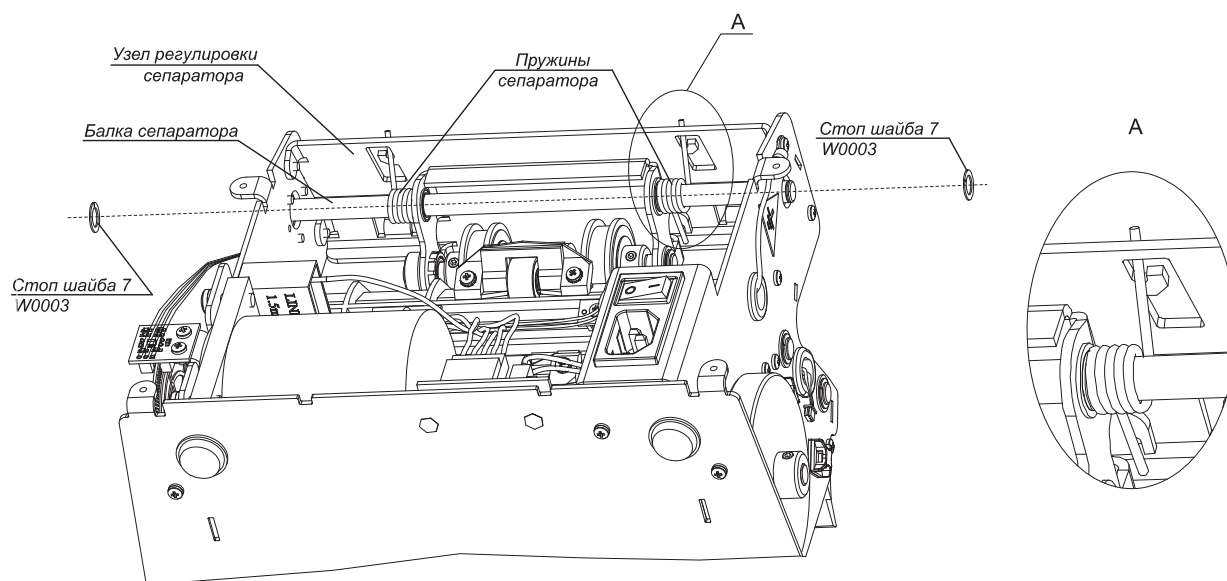

Рис. 8
2. Выведите концы пружин сепаратора из пазов узла регулировки сепаратора (рис. 8).
3. Извлеките две стоп шайбы 7 W0003 из кольцевых проточек балки сепаратора (рис. 8).